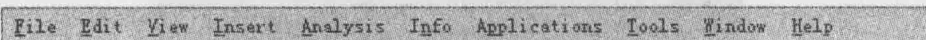

图 1.12 Pro/ENGINEER WILDFIRE 的菜单栏
- 菜单栏(Menu Bar) 系统通过菜单向用户提供功能，默认情况下包括 **File(文件)**、**Edit(编辑)**、**View(视图)**、**Insert(插入)**、**Analysis(分析)**、**Info(信息)**、**Applications(应用程序)**、**Tools(工具)**、**Window(窗口)**与 **Help(帮助)**菜单，如图 1.12 所示，各菜单的功能如下：